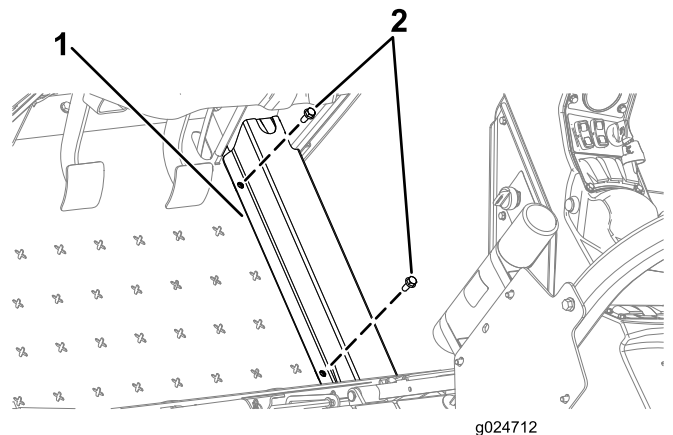

Figura 28
1. Remova os dois parafusos que prendem a cobertura de tubos à máquina e retire a cobertura (Figura 28).